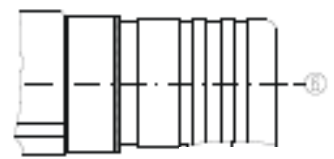

Abb. 10
- Stecken Sie die Leitungsdose ② auf den Gerätestecker ③ und ziehen Sie die Zentralschraube ⑥ an (→ Abb. 10).